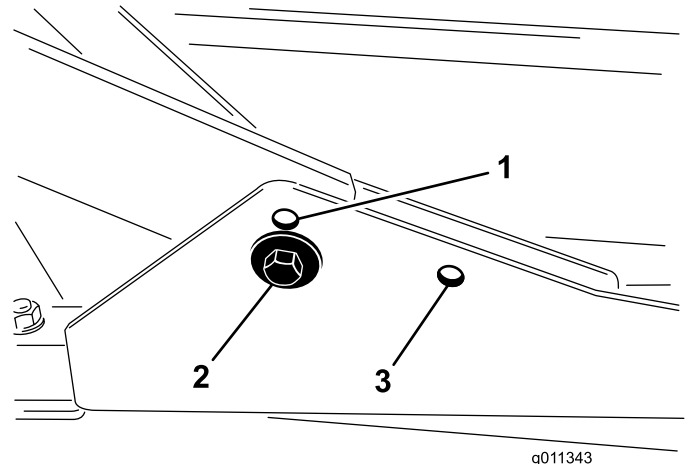

Figura 2
1. Para alturas de corte na gama de 2 a 7,6 cm, monte as estruturas de suporte frontais nos furos de montagem frontais inferiores (Figura 2).
2. Para alturas de corte na gama de 6,3 a 10,2 cm, monte as estruturas de suporte frontais nos furos de montagem frontais superiores (Figura 2).
Para todas as alturas de corte, monte a plataforma de corte traseira nos furos de montagem traseiros (Figura 2).